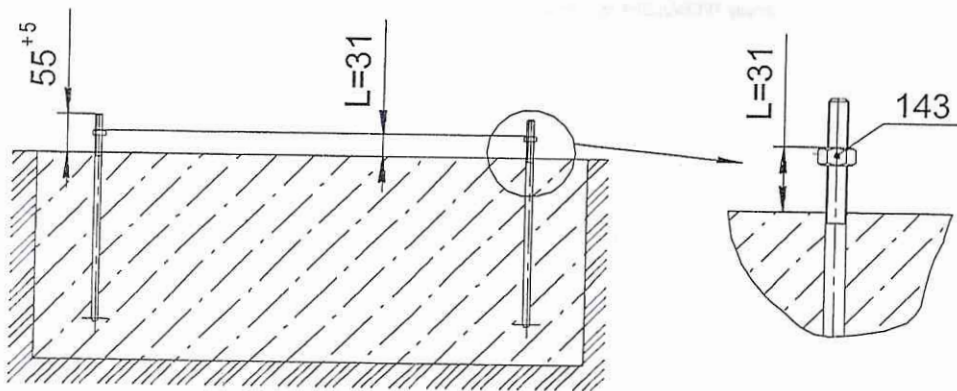

Рис.4
- Убедиться в сухости и прочности залитого бетона. На болты анкерные накрутить гайки поз. 143, выдержав размер L=31 (рис.4).